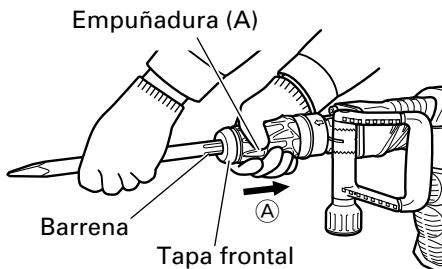
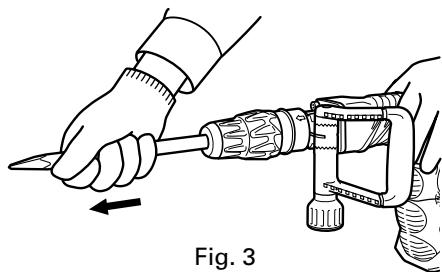

Fig. 2
Fig. 3
- (1) Limpie la parte del vástago de la herramienta.
- (2) Tal como se muestra en la Fig. 2, tire de la empuñadura (A) en la dirección de ①, e inserte la herramienta en el orificio de la tapa frontal.
- (3) Ajuste la posición de la ranura girando la herramienta, y después inserte más hasta que ésta toque el extremo del orificio.
- (4) Devuelva la empuñadura (A) a su posición original, tire de la herramienta para asegurarse de que haya quedado completamente bloqueada. (Fig. 3)
Tal como se muestra en la Fig. 2, tire de la empuñadura (A) y extraiga la herramienta.